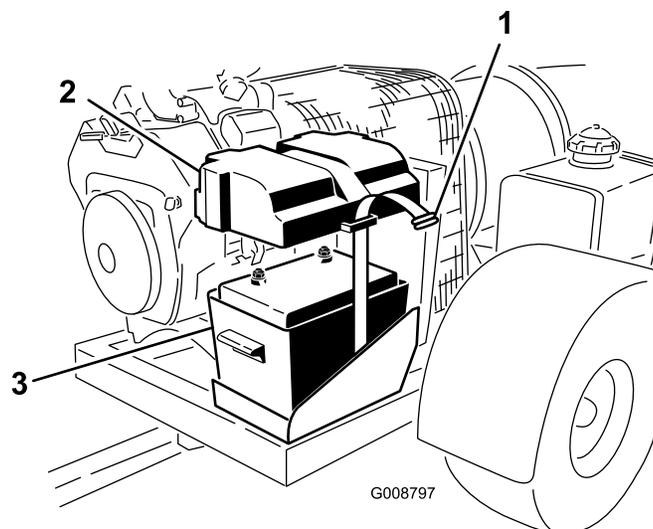

図 3
2. バッテリー・カバーをバッテリー・ボックスに固定しているベルト(ストラップ)を外す(図3)。